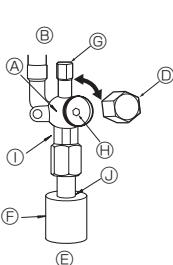

Fig. 4-7
- Lado do líquido do RP100-250 e lado do Gás/Líquido do RP35-71 (Fig. 4-7)